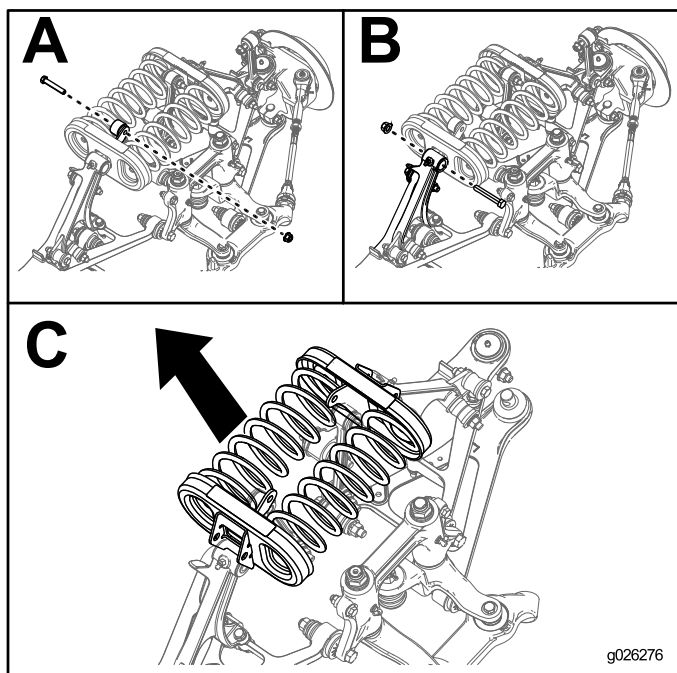

Figure 20
5. Retirez les boulons et les écrous au bout de chaque biellette de barre stabilisatrice (A de Figure 20).
6. Retirez les boulons et les écrous du bras de commande qui fixent chaque support de ressort (B de Figure 20).
7. Déposez les supports de ressort et les ressorts de la machine (C de Figure 20).